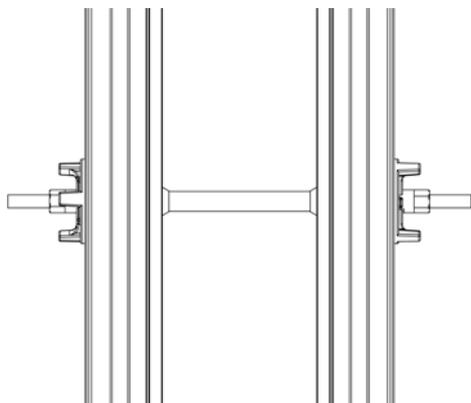

Fig. 13 : Entretoise plastique
- le tube PVC coupé à la dimension dans lequel vient s'emmancher les cônes plastiques. (figure 13)